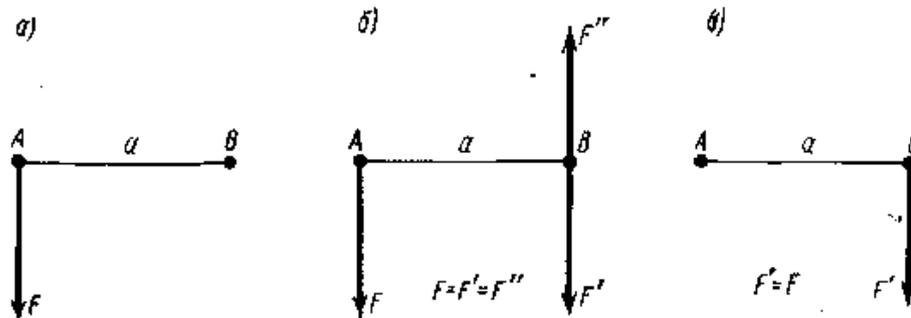

Рисунок 1
1. Вычислите момент присоединенной пары в точке В (рис. 1, б), если $F = 80 \text{ Н}$; $a = 20 \text{ см}$.